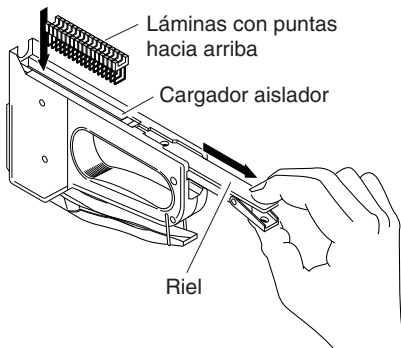

Figura 4
2. Voltee la StrapGun™ boca abajo. En la parte posterior de la herramienta, apriete el pestillo del extremo del cargador (vea la Figura 4). Hale el riel fuera del cargador hasta el tope (vea la Figura 4).
3. Suelte las láminas en el cargador. Asegúrese que el aislador esté hacia arriba (vea la Figura 4).